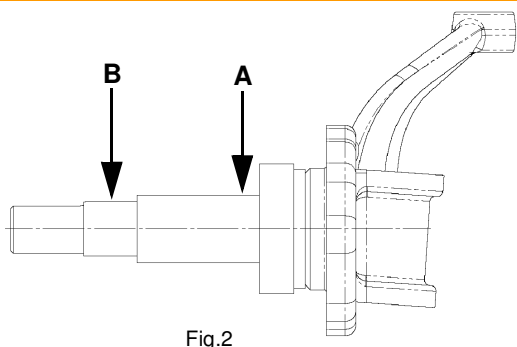

Fig.2
- Check that the spindle isn't worn. For measuring the spindle see Fig.2 and Tab.1.
- Die Radlagersitze dürfen nicht verschlissen sein! Überprüfen Sie bitte genau die Oberflächen der Radlagersitze auf Beschädigungen. Für die maßliche Überprüfung der Lager-sitz-Durchmesser haben wir Ihnen die Toleranzmaße in einer Tabelle zusammen gestellt. Siehe Fig.2 und Tab. 1